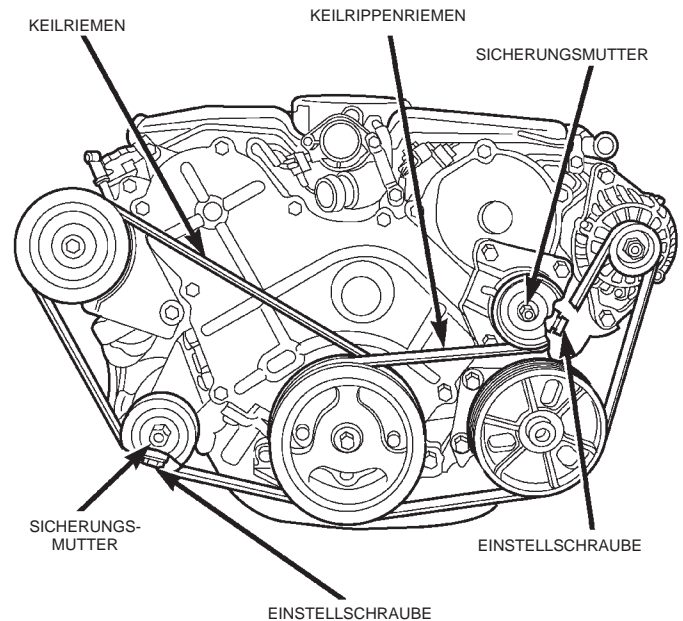

Abb. 24 Antriebsriemen für Klimakompressor und Zusatzaggregate
- (1) Den Antriebsriemen für Zusatzaggregate abnehmen, um Zugang zum Antriebsriemen des Klimakompressors zu erhalten. Näheres hierzu siehe nachfolgenden Abschnitt.
- (2) Zum Abnehmen des Antriebsriemens des Klimakompressors zunächst die Sicherungsmutter der Spannrolle lockern. Anschließend die Einstellschraube für die Spannrollen-Baugruppe so weit lockern, dass der Antriebsriemen abgenommen werden kann (Abb. 24).